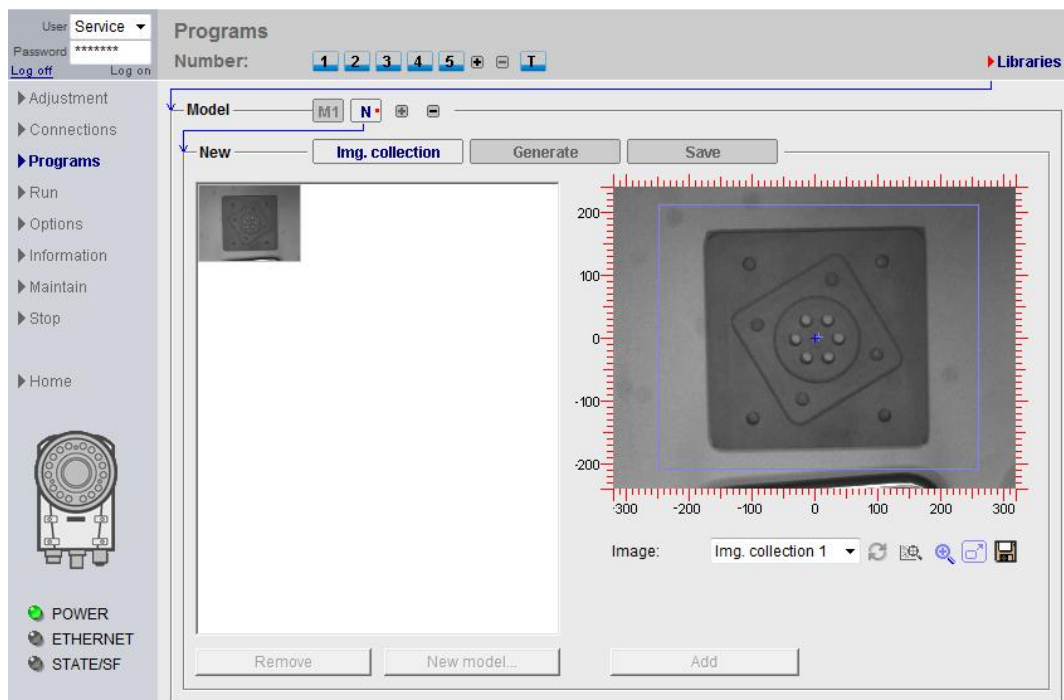

图 7
2、首先建立特征图像的新模板，如图 7 所示，第一步，图像采集。